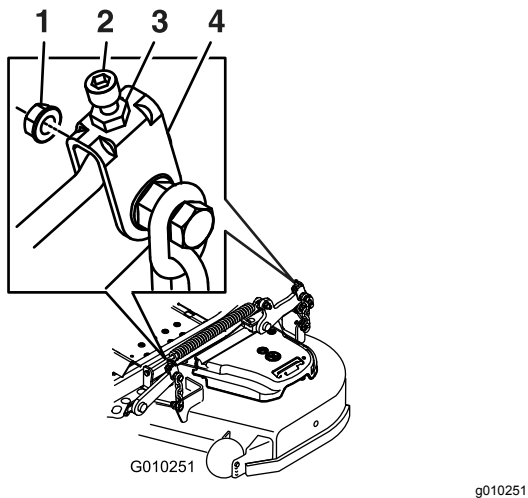

Figura 95
10. Si es necesario, afloje la tuerca "whizlock" del lateral de la horquilla y la contratuerca de la parte superior. Gire el tornillo de ajuste hasta obtener una altura de 7.6 cm (3") (Figura 95).
- Gire el tornillo de ajuste hasta obtener una altura de 8.3 cm (3 1/4") (Figura 95).